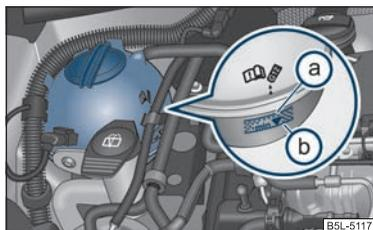

Fig. 168 Vano motore: Serbatoio di espansione liquido di raffreddamento
- Controllare il livello del liquido di raffreddamento sul serbatoio di espansione ⇒ fig. 168. A motore freddo, il liquido deve essere compreso tra le tacche (a) e (b). A motore caldo, esso può anche superare di poco la tacca (a) (MAX).
- Coprire con uno straccio il tappo del serbatoio di espansione ⇒ pag. 198, fig. 168 e svitare il tappo **con cautela** agendo in senso antiorario ⇒ ⚠.
Non riempire con liquido di raffreddamento oltre la tacca  (max.) ⇒ pag. 198, fig. 168! Non appena si scalda, il liquido di raffreddamento in eccesso viene espulso dal sistema di raffreddamento attraverso la valvola limitatrice di pressione integrata nel tappo del serbatoio di espansione.